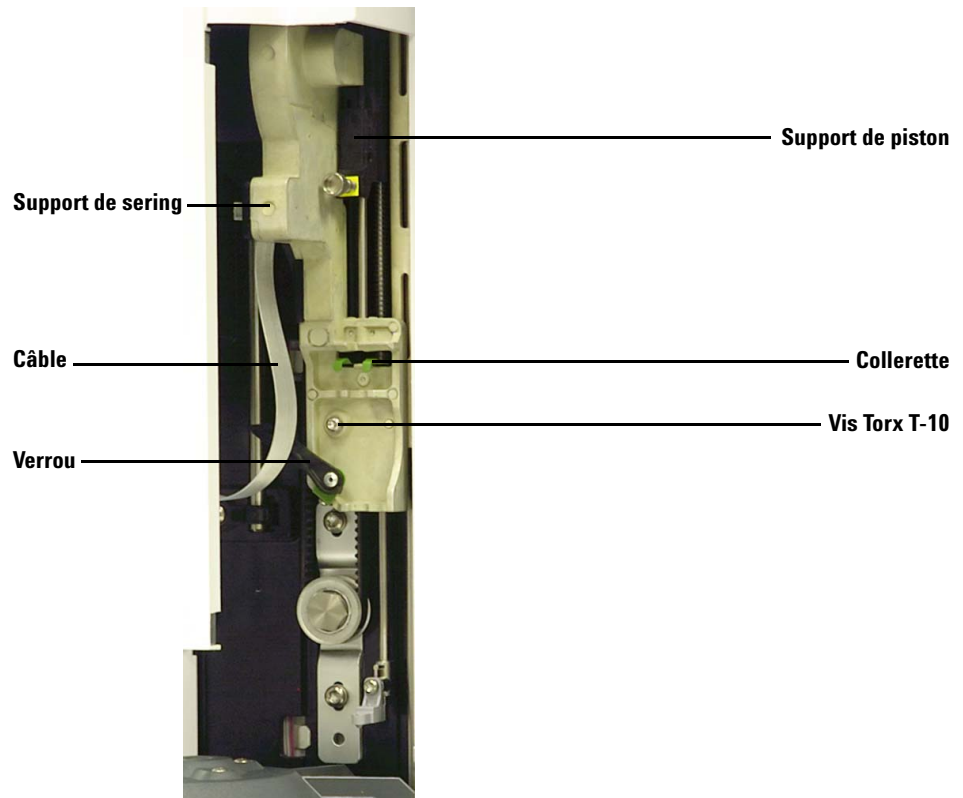

Figure 61 Retrait du support de seringue
- 5 Faites glisser le support de seringue le plus haut possible jusqu'à ce que la collerette et le verrou de la seringue soient accessibles (Figure 61).